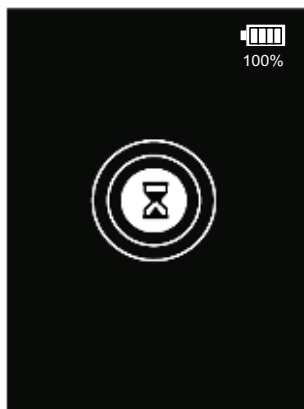

Fig. 5: Affichage du mode de préchauffage
2. Le CS LD 1.0 commence automatiquement à préchauffer la sonde. Pendant le cycle de préchauffage, l'écran LCD indique la progression à l'aide de cercles concentriques croissants (Fig. 5). Le préchauffage dure généralement entre 20 et 30 secondes, en fonction de la température. Lorsque tous les cercles sont allumés, le cycle de préchauffage est terminé. Le son est toujours désactivé pendant le cycle de préchauffage.